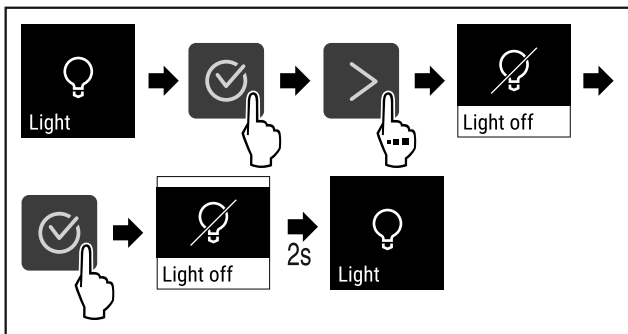

Fig. 68
▶ Kryeni hapat e veprimit (shihni Fig. 68).